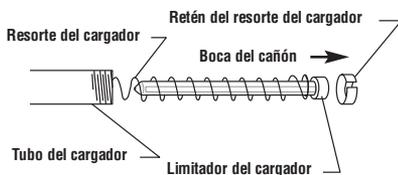

IMAGEN 19
7. Introduzca el extremo menor del limitador del cargador en el resorte del cargador. Véase la Imagen 19.